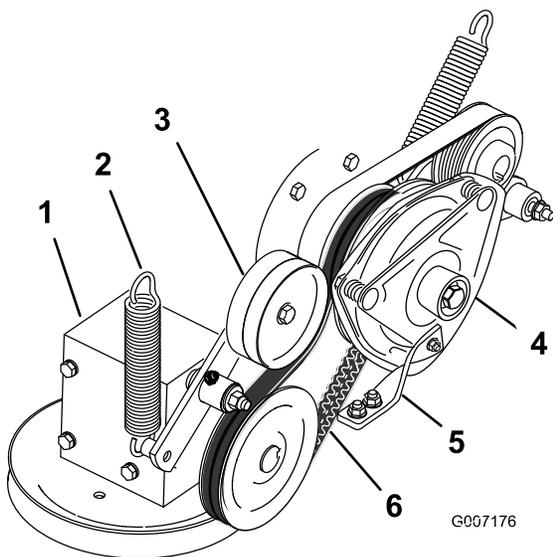

Figura 63
4. Retire el muelle del brazo de la polea tensora (Figura 63).
7. Instale la correa de transmisión de la TDF alrededor de la polea del embrague y la polea de la caja de engranajes (Figura 63).
9. Instale el muelle en el brazo tensor (Figura 63).